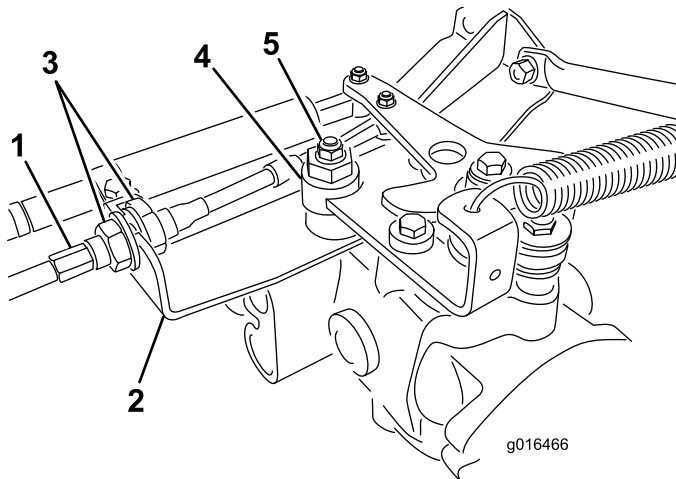

Figura 43
- A. Afloje las dos contratueras que fijan el cable de control de tracción a la mampara del hidrostato (Figura 43). Asegúrese de aflojar ambas contratueras uniformemente, y lo suficiente como para permitir el ajuste.
- B. Afloje la tuerca que sujeta el excéntrico a la parte superior del hidrostato (Figura 43).
- D. Gire el excéntrico hasta que no haya movimiento en ningún sentido. Cuando la rueda deje de girar, apriete la tuerca para bloquear el excéntrico y el ajuste (Figura 43). Compruebe el ajuste con el acelerador en las posiciones Lento y Rápido.
- E. Desde cada lado de la mampara, apriete las contratueras **uniformemente**, fijando el cable de tracción a la mampara (Figura 43). No tuerza el cable.